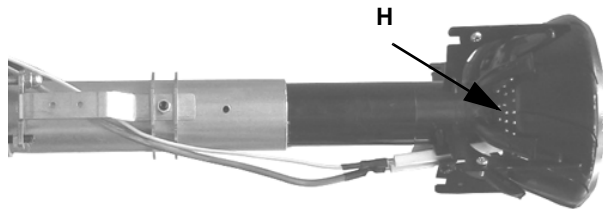

Fig. 65
- 4 Scollegare il connettore **CR** dal circuito stampato (Fig. 65).
- 5 Per estrarre la testa di combustione, tirarla verso di sé. Una volta estratta, controllare che i fori di passaggio di aria e gas (Fig. 65 - **H**) non siano ostruiti. Pulire la testa di combustione con un getto di aria compressa oppure, in caso di incrostazioni, con una spazzola di ferro.